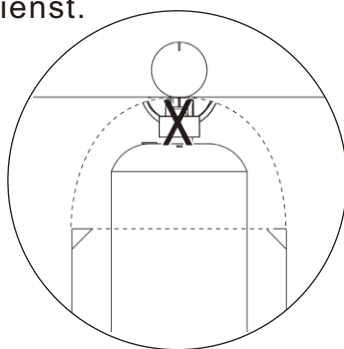

Abbildung 7
4. Beachten Sie das Diagramm zur korrekten Installation (Abb. 7).